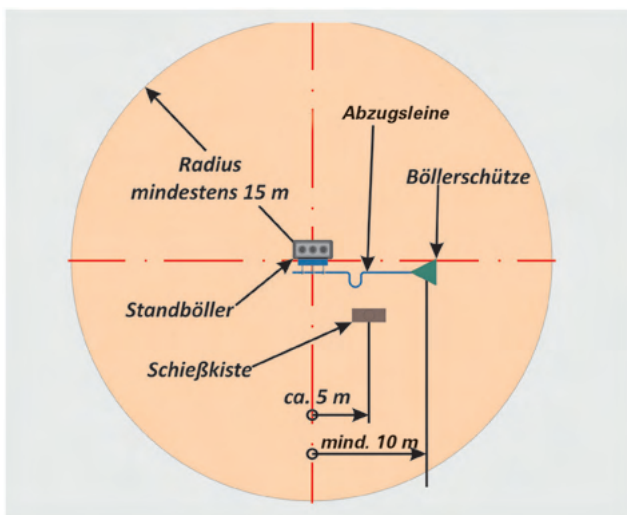

Abb. 48: Empfohlener Sicherheitsbereich für Standbölller mit mechanischer Anzündung
- Sicherheitsbereich prüfen und festlegen (s. Abb. 48, S. 27).